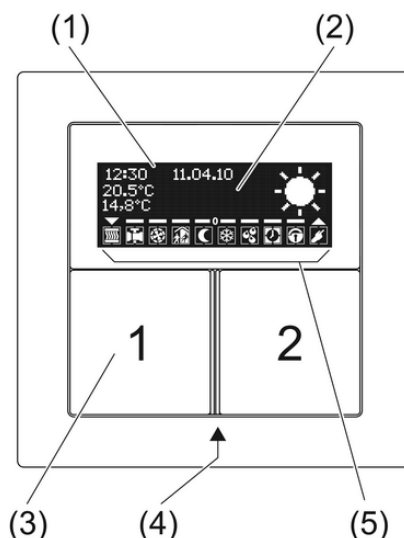

Figura 1
- Abrir: accionar simultáneamente las teclas **1** y **2** arriba (figura 1).